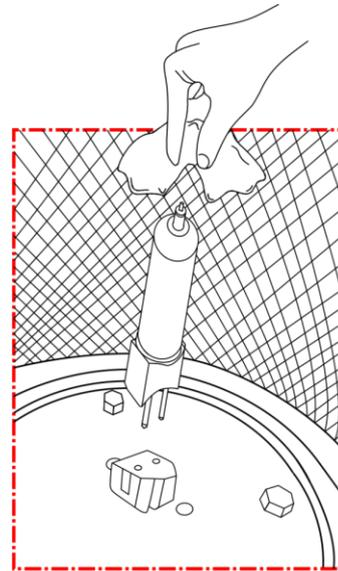

Abb. 07
- 06) Nehmen Sie die Lampe aus der Schachtel. Achten Sie darauf, **sie am Sockel anzufassen**. Lesen Sie die Gebrauchsanweisung der Lampe. **Berühren Sie nicht das Glühbirnenglas**. Wenn Sie die Lampe mit öligen Händen anfassen, wird die Lebensdauer beeinträchtigt. Wenn Sie das Glas der Glühbirne berühren, wischen Sie sie mit einem sauberen, fusselfreien Tuch und Reinigungsalkohol ab. Setzen Sie die Lampe ein (Abb.07).